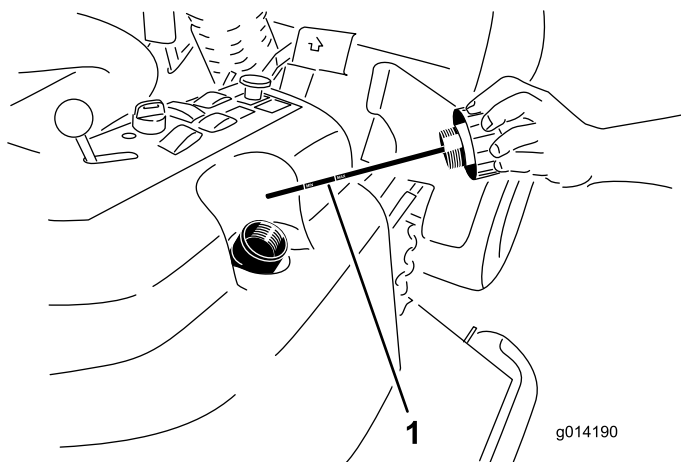

Figura 50
4. Retire o tampão de enchimento hidráulico (Figura 50) do tubo de enchimento.
5. Retire a vareta e limpe-a com um pano limpo (Figura 50).
6. Coloque a vareta no tubo de enchimento até ao fim, retire-a e verifique o nível de fluido (Figura 50).